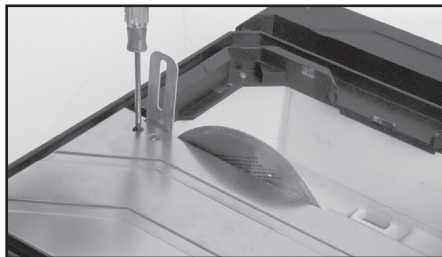

FIGURE 6
3. Insérer les 2 vis et serrer (voir FIGURE 6).